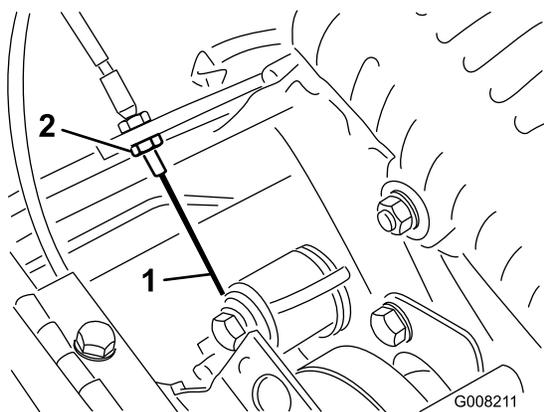

Figure 42
3. Pour accroître la tension du câble, desserrez l'écrou de blocage avant et serrez l'écrou de blocage arrière (Figure 42) jusqu'à ce qu'une force de 3 à 4 kg soit requise pour engager la transmission aux roues. Mesurez la force au bouton de commande.